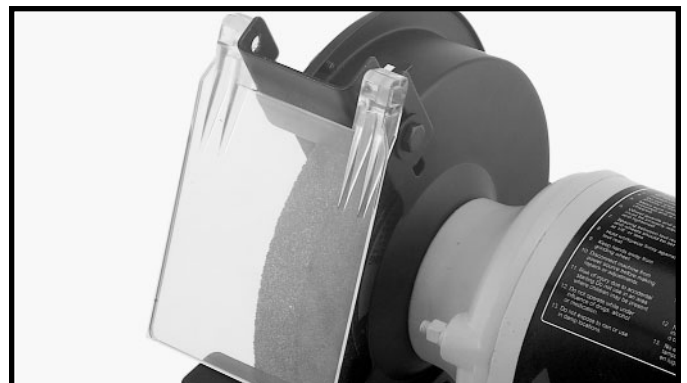

Fig. 6
1. Placez la visière sur le pare-étincelles comme l'illustre la fig. 6.